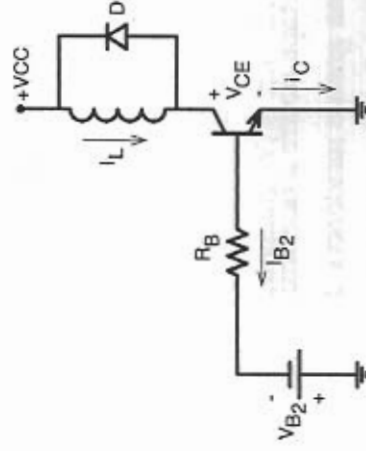

Fig. 5.10: Tempo de estocagem.
- 2ª etapa: tempo de estocagem - t_s (Fig. 5.10).